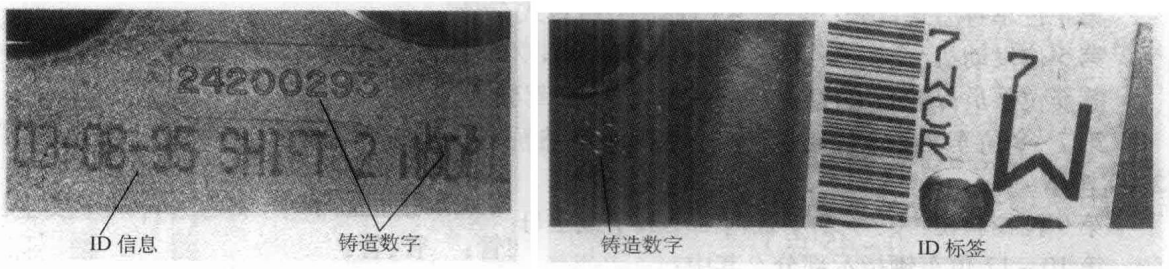

图 0-4 铸造有数字的两个变速器壳，同时可见 ID 标签或打印的 ID 信息
(4) 铸造码 当车辆的零件是铸件时(如发动机缸体、变速器壳体),常会在其表面铸出相关的识别数字,如图0-4所示。这些铸造码可用于核查尺寸,了解如发动机排量和诸如制造年份等其他信息。有时铸模会有所改变,然而铸造码是不变的。大多数情况下,铸造码是